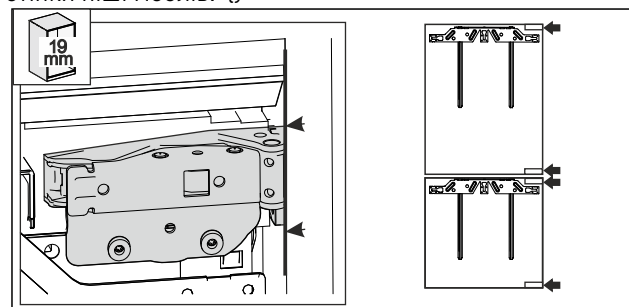

Fig. 52 *
- Бокова стінка меблів завтовшки 19 мм: передній край шарнірів вирівняно з передньою частиною бокової стінки меблів. Fig. 52 ()